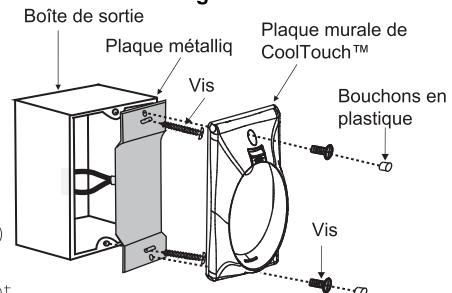

Fig. 20
Étape 2. Installer la plaque métallique et la plaque murale CoolTouch™ sur la boîte de sortie murale existante avec 4 vis fournies. Placez ensuite les deux bouchons en plastique dans la plaque murale(Fig. 20)